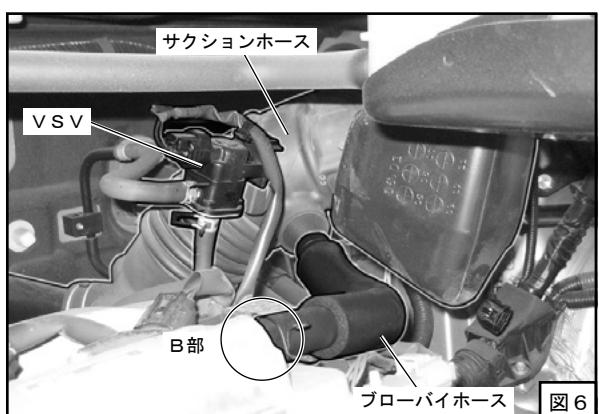

図6
(14) サクションホースからVSVを取り外してください。（図6）
(15) ブローバイホースをB部から抜いてください。（図6）